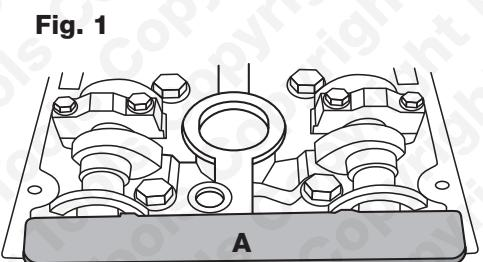

Fig. 1
Utilisé pour bloquer les arbres à cames indépendamment des poulies de distribution sur les moteurs équipés d'un calage variable des soupapes. Il s'adapte dans des fentes sur l'accès aux arbres à cames après que la boîte de distribution ait été déposée, comme le montre la Fig. 1. Le composant (A) est mis en place après le composant (B).